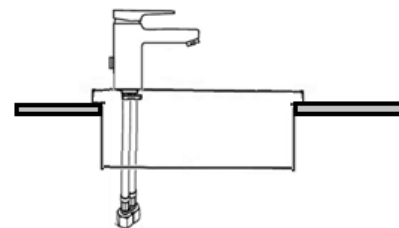

Рис. 2
4. Установите на умывальник смеситель (при наличии отверстия под смеситель) и подсоедините к нему шланги подачи воды (рис.2).